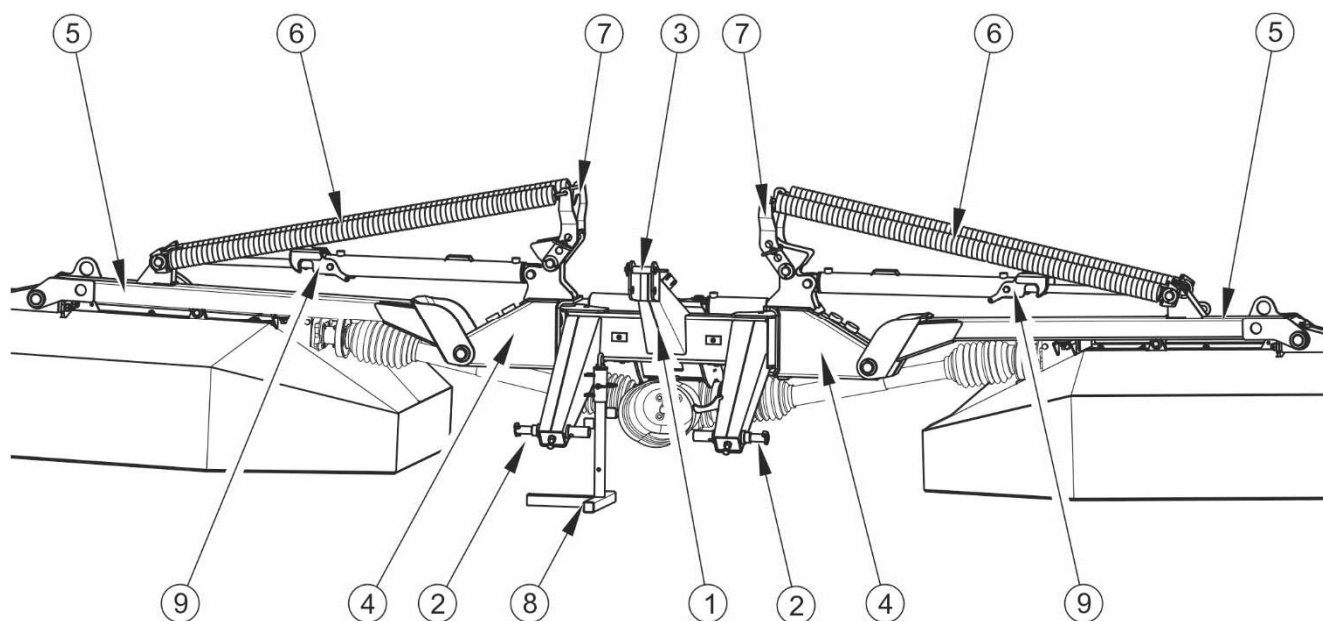

РИСУНОК 3.2 Система навески
Главным элементом системы навески (рисунок 3.2) косилки PDD830 / PDD830C является рама системы подвески (1), оснащенная двумя нижними шкворнями (2) и шкворнем верхнего центрального сцепного устройства (3) для соединения с трехточечной системой навески трактора. При наезде на препятствие благодаря подвижному плечу (4) режущий аппарат косилки откидывается назад. Несущие плечи (5) предназначены для подъема режущего аппарата. Для обеспечения соответствующего нажима режущего бруса на основание машина оснащается мощными разгрузочными пружинами (6). Натяжение пружин можно регулировать при помощи изменения отверстия для крепления шкворня прицепа пружины (7).